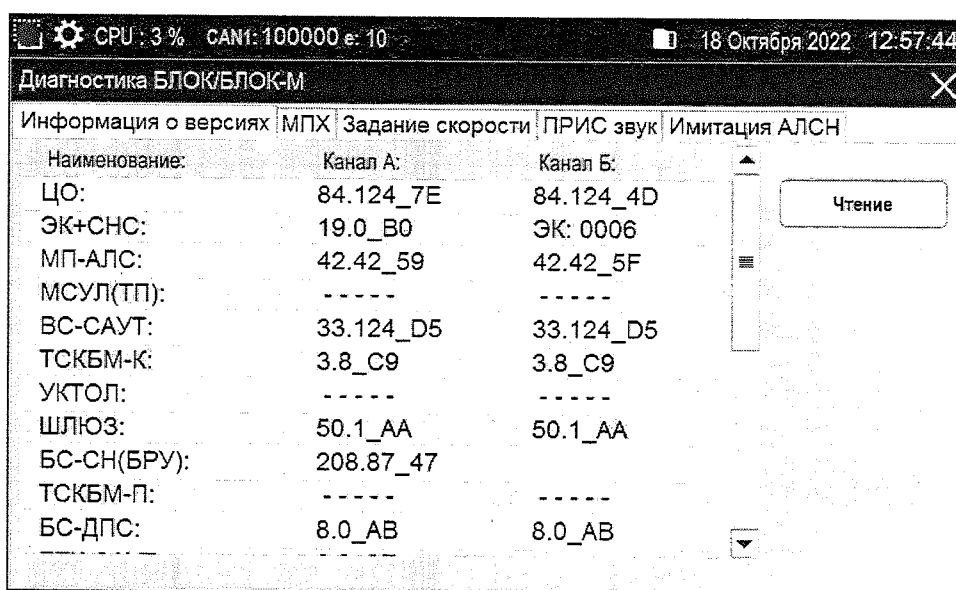

Рисунок 36
1.5.14.1 Во вкладке «Информация о версиях» (рисунок 36) выводится идентификационная информация обнаруженных блоков. В открывшемся окне отображается следующая информация: